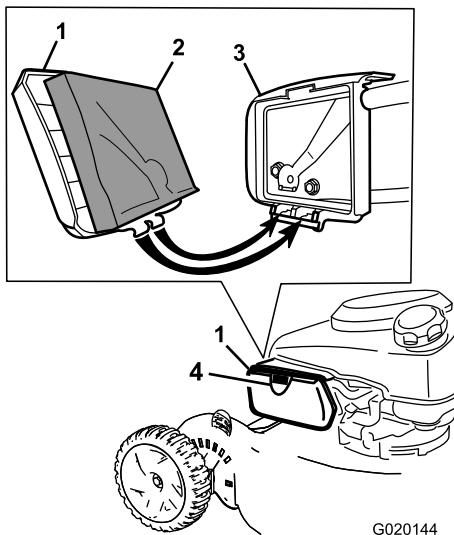

Bild 20
- Drücken Sie die Taste an der Abdeckung des Luftfilters (Bild 20) und öffnen die Abdeckung.